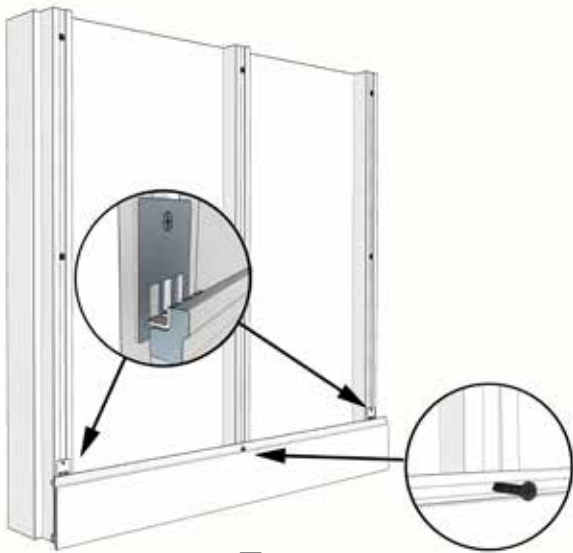

图 5
- ③ 安装墙板卡件 (HLPM-030-2) 如图5所示：